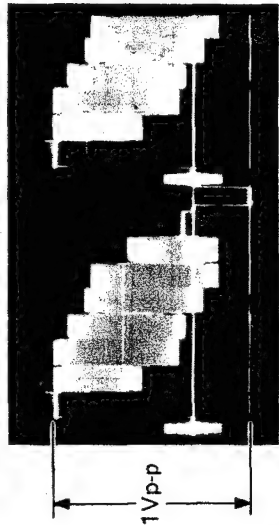

図 3-1
3. 図3-1のように、BA 基板のRV101で1.0Vp-pに調整する。
5. 図3-1のようにBG 基板のRV3で1.0Vp-pに調整する。